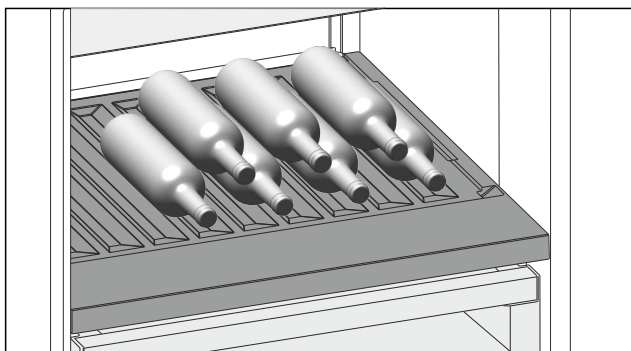

Fig. 184 Ілюстративне зображення
- ▶ Помістіть пляшки дном у напрямку до задньої стінки. (див. Fig. 184)